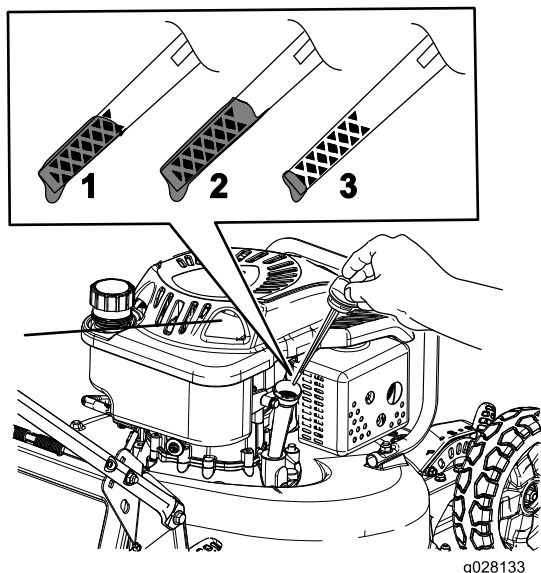

Figure 20
8. Sortez de nouveau la jauge et vérifiez le niveau d'huile (Figure 20).